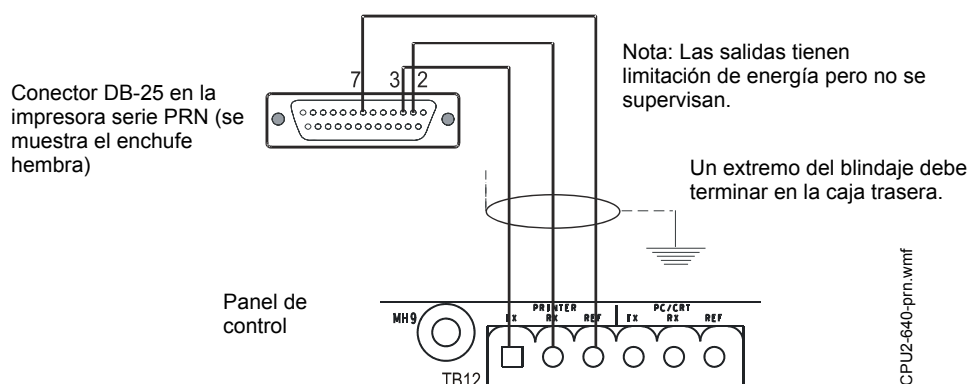

Figura 3.25 Conexiones de la impresora remota
1. Conecte los tres (3) hilos abiertos del cable hecho a medida al bloque de terminales TB12 en el panel de control como se muestra en la Figura 3.25.